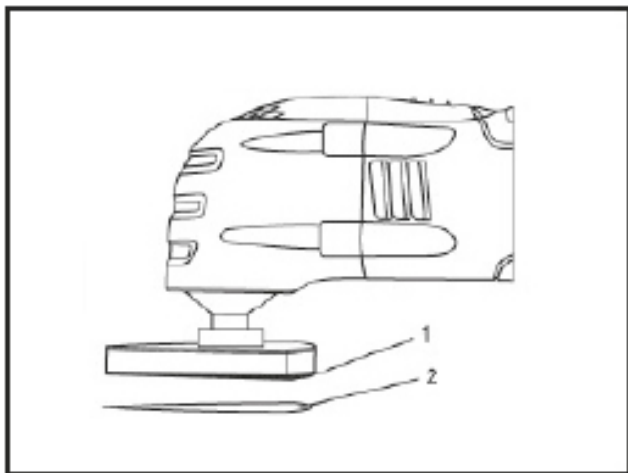

Fig. 3
1. Instalați cârligul și bucla de șmirgheluire (1) în aparat (Fig.3)
2. Apăsați cu fermitate șmirghelul (2) în suportul buclei și cârligului.
2. Instalați șmirghelul pe placa de șlefuire așa cum este prezentat în Fig. 3